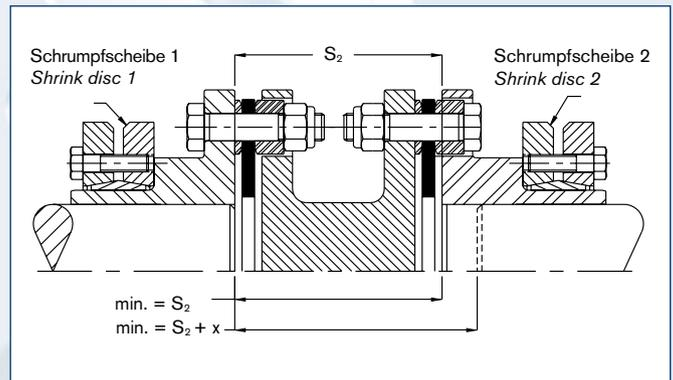

Abb. 4: Zweigelenkig / Fig. 4: Double flexing
2. Nabe auf die Welle aufschieben und diese Ausrichten (siehe Abb. 3 und Abb. 4, S. 57). Mit den in der Tabelle aufgeführten Anzugsmomenten T_A die jeweilige Kupplung anziehen. Verwenden Sie einen Drehmomentschlüssel!
2. Place hubs on shafts. Move first hub flush with the end of the hub (Fig. 3 and Fig. 4 page 57). Tighten the respective coupling with the tightening torques T_A listed in the table. Use a torque wrench!